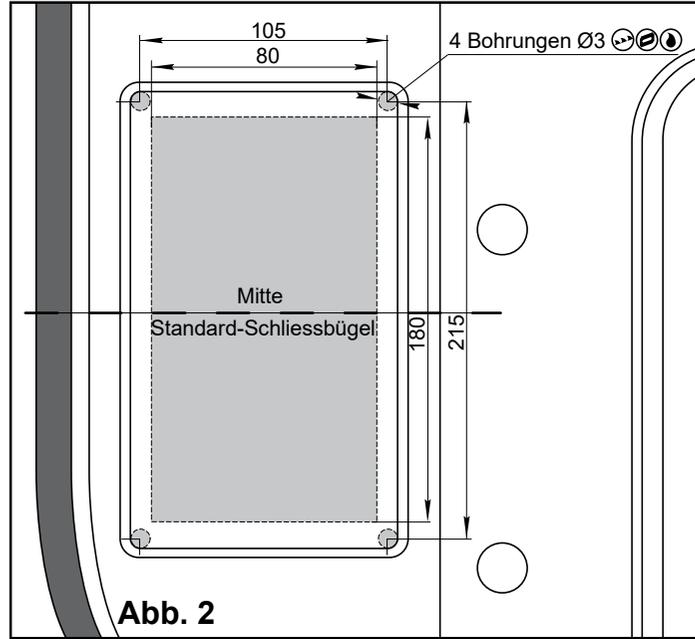

Abb. 2
2. Einen rechteckigen Ausschnitt 80 mm x 180 mm anbringen. Dazu die Mitte des Standard-Schliessbügels auf die Innenfläche der C-Säule übertragen (**Abb. 2**).
3. In die Ecken des Ausschnitts ein Loch Ø3 mm bohren (**Abb. 2**).